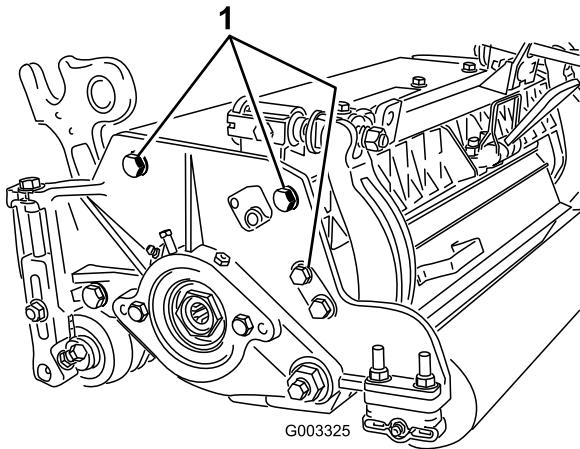

Figure 19
3. Retirez les (2) écrous qui fixent chaque support et entretoise du rouleau à chaque bride de fixation de la plaque latérale.
**Remarque:** La position du rouleau arrière par rapport au cylindre est contrôlée par les tolérances d'usinage des composants assemblés et le réglage du parallélisme n'est pas nécessaire. Un réglage limité est possible en plaçant le plateau de coupe sur un plan de travail et en desserrant les vis de fixation de la plaque latérale (Figure 19). Réglez et resserrez les vis. Serrez les vis à à un couple de 37 à 45 Nm.